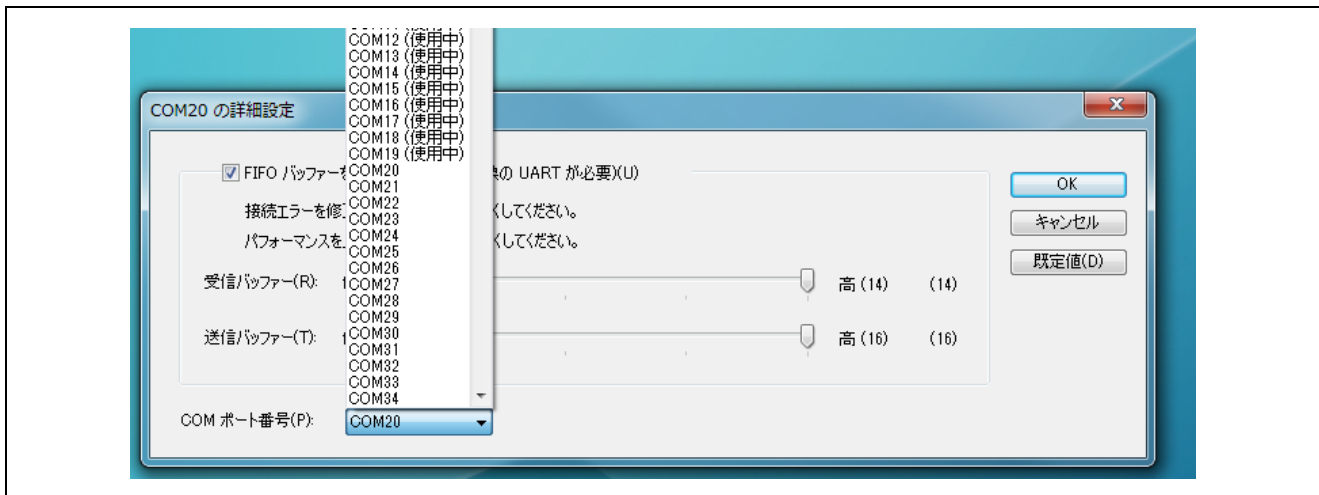

図 5.8 COM ポートの詳細設定画面
- 3. 図5.8に示すようなCOMポートの詳細設定画面が表示されるので、「COMポート番号(P)」にてドロップダウンリストから新しいCOMポート番号を選択します。リストアップされているCOM番号の中には「(使用中)」と表示されているものもありますが、現時点でそのポートが使用中ではない可能性もありますのでご注意ください。最後に「OK」をクリックして終了してください。